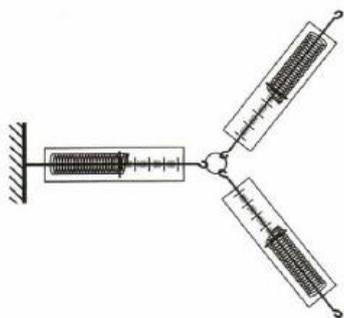

Рис. 1.
1. Укрепите конец одного из динамометров (рис. 1). Второй его конец зацепите за кольцо.